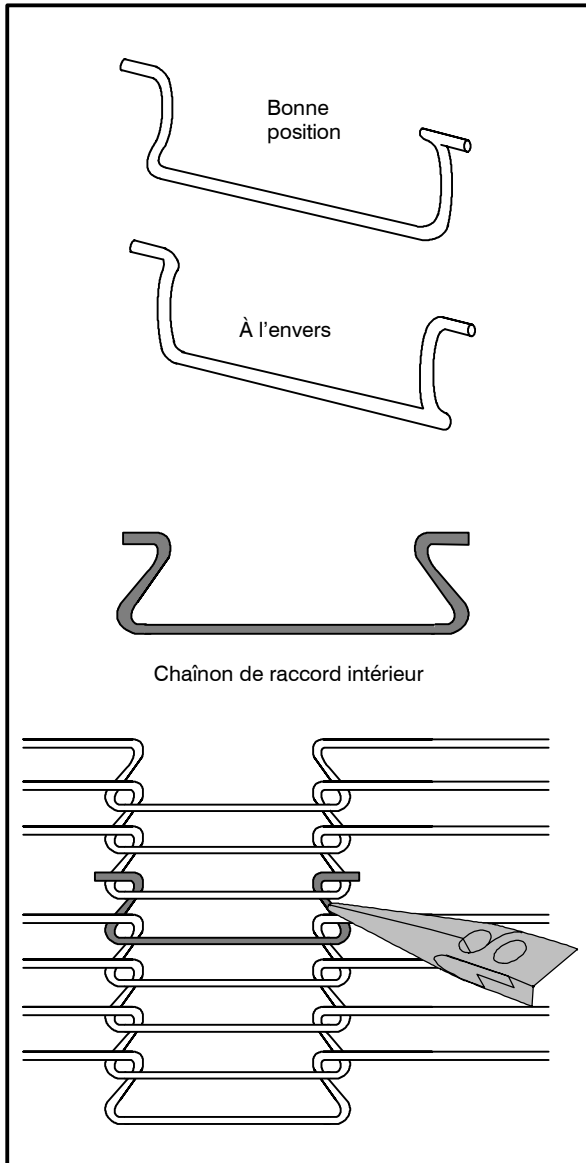

Figure 12
6. Installer les chaîons de raccord intérieurs pour joindre les deux extrémités de la courroie du convoyeur. Voir la Figure 12.